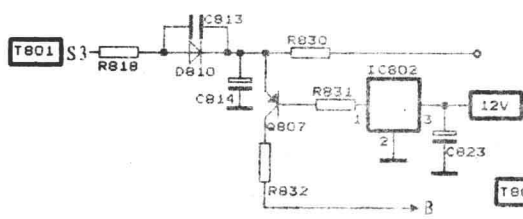

图 7
7. 12V 过流保护: 图 7 是 +B 12V 过流保护电路原理图。若 12V 负载回路电流增大,R830 上压降增大,这个电压同时给 C826 充电。当 V_{C826} 上升至 0.7V,Q807 导通,中心检测点出现高电位,复合保护电路运转且设定至备用状态。